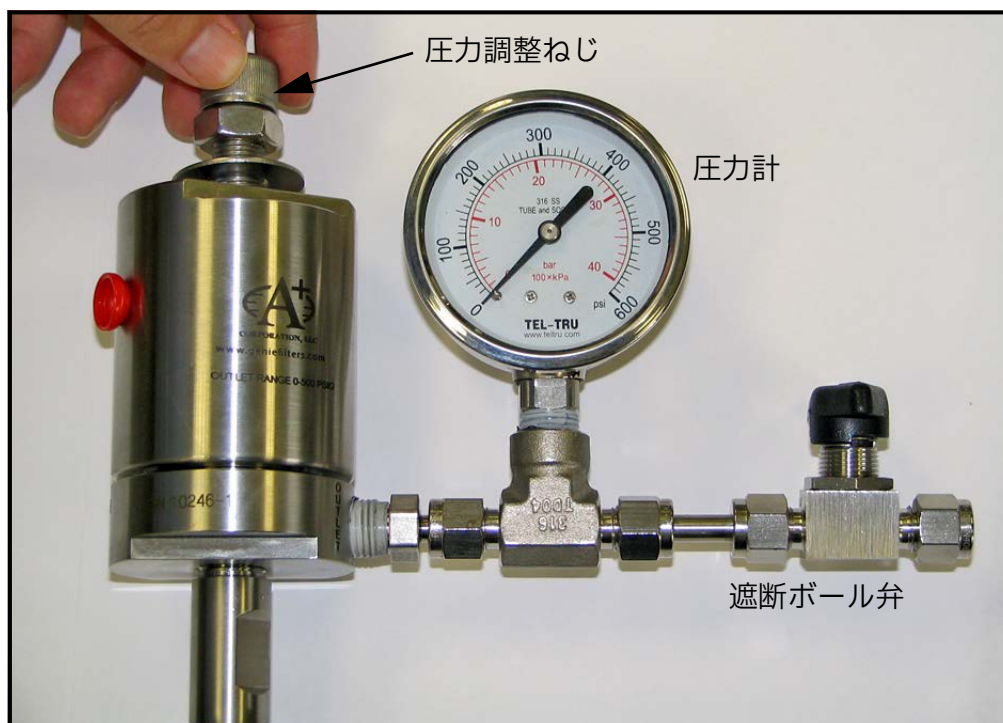

図 17: 圧力調整ねじの回転
2. 圧力レギュレータが自由に回転するまで、圧力レギュレータの圧力調整ねじを反時計方向に最後まで回します。遮断ボール弁を閉じます（下の図17を参照）。